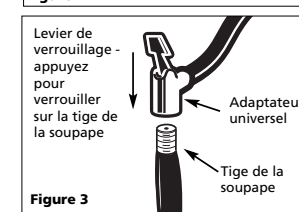

Figure 3
d.) Appuyer sur le levier de verrouillage vers le bas pour le verrouiller sur la tige (voir la figure 3).
1. Pour utiliser les accessoires de gonflage, insérer l'accessoire dans l'adaptateur universel et pousser le levier de verrouillage pour verrouiller en place (voir la figure 3). L'accessoire de gonflage s'ajustera serré.